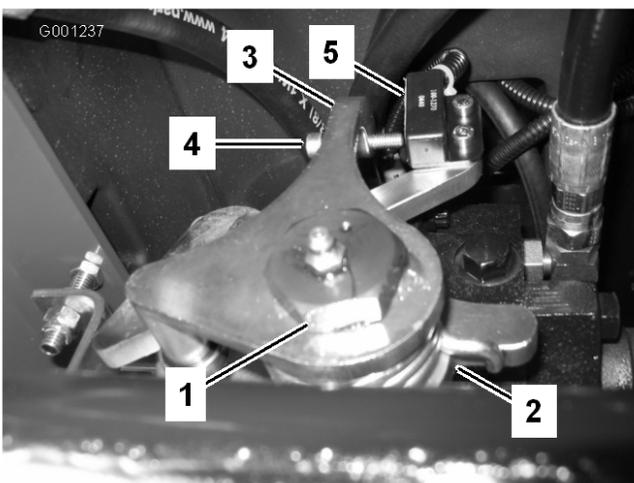

Figura 57
3. Allentate la vite di fissaggio sul lato opposto della camma di regolazione della trazione (Figura 57).
7. Regolate la vite sul braccio di ritorno in folle (Figura 57) finché la distanza tra l'estremità della vite ed il contatto dell'interruttore sia compresa tra 2,3 e 3 mm.